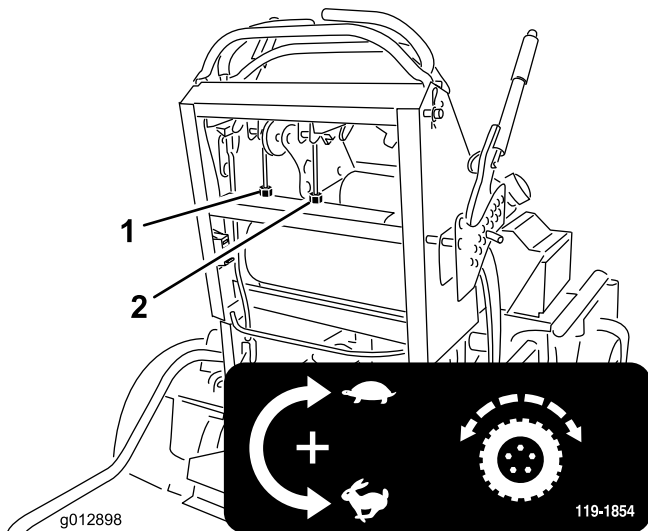

Bild 56
4. Drehen Sie die rechte Kabeleinstellung so, dass der rechte Fahrtriebshebel in der Mittel des Arretierungsschlitzes für Neutral am Armaturenbrett ist. Drehen Sie dann das linke Kabel um Vierteldrehungen, bis die Spur der Maschine gerade ist (Bild 56).